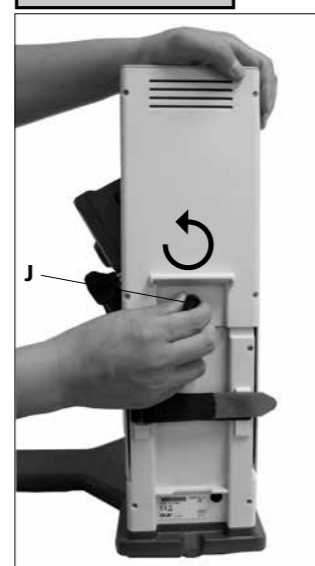

Fig. 8
2) Удалите транспортировочный фиксатор (Fig. 8)